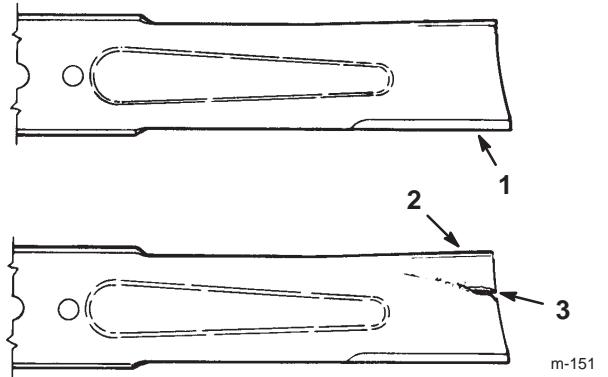

Bild 30
2. Untersuchen Sie die Schnittkanten (Bild 30). Bauen Sie, wenn die Kanten nicht scharf sind oder Kerben aufweisen, das Schnittmesser aus und schärfen Sie es. Siehe „Schärfen des Schnittmessers“ auf Seite 32.
3. Untersuchen Sie das Schnittmesser, insbesondere den gebogenen Bereich (Bild 30). Montieren Sie, wenn Sie Schäden, Verschleiß oder Rillenbildung in diesem Bereich feststellen (Bild 30), sofort ein neues Schnittmesser.